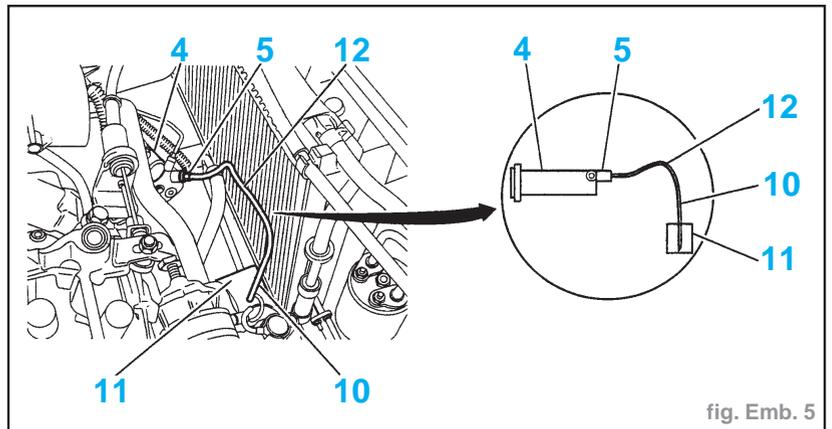

fig. Emb. 5
- Brancher un tuyau transparent (10) sur la vis de purge (5) et le relier à un bocal (11) situé plus bas que le cylindre récepteur (4) (fig. Emb. 5).
- Créer un siphon (12) vers le haut avec le tuyau transparent (10) qui est en contact avec le fond du bocal.
- Ouvrir la vis de purge (5).
- Refermer la vis de purge (5).